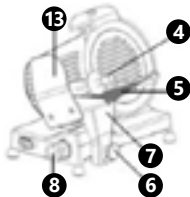

Fig. 5
- Prima di compiere le operazioni di pulizia staccare la spina del dispositivo dalla presa e assicurarsi che la manopola (8) si trovi in posizione „0”.
- Far scorrere il carrello (7) in direzione della manopola (8) (fig. 5).
- Per la pulizia rimuovere il carrello (7) e la molla con l'impugnatura (4). Allentare quindi il pomello di bloccaggio del carrello (6) ruotandolo in senso antiorario e rimuovere il carrello (7) (Fig. 5).
- Pulire il carrello (7) indossando una protezione per le mani (13), il piatto di taglio (5) e la molla con l'impugnatura di spinta (4) con acqua calda, un panno morbido e un detersivo neutro. Per rimuovere i residui di detersivo risciacquare con acqua pulita.